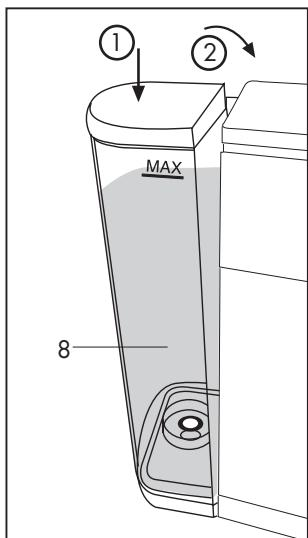

Fig. 3
- Cierre con la tapa y vuelva a colocar el depósito inclinándolo ligeramente y apoyándolo en la válvula del agua. Presione la parte superior en la máquina hasta que haga clic. Para evitar salidas de agua, controle que el depósito esté bien fijado (**Fig.3**)